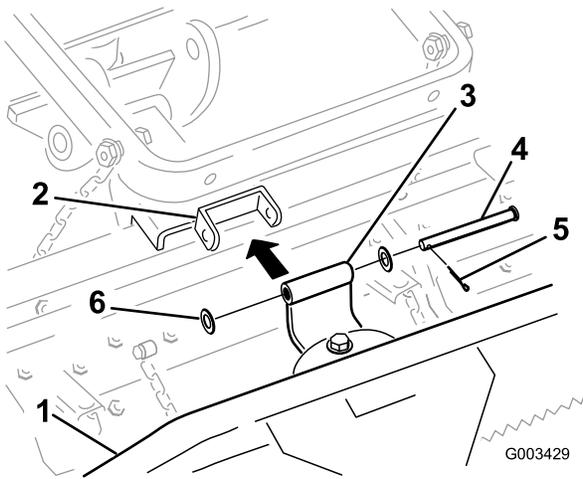

Figura 4
2. Collegate la staffa orientabile curva al rastrello a pettine, come illustrato nella Figura 4, utilizzando un perno con testa (1/2 x 4-1/2 poll.), due rondelle (0,531 x 1,063), e una coppiglia.